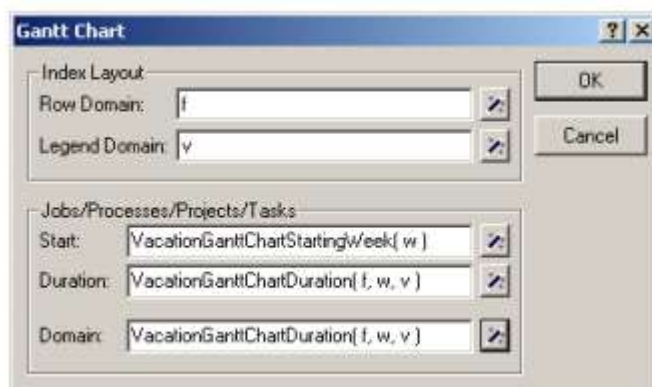

图 12.5 假日规划的 Gantt Chart 对话框
- 使用 **Wizard** 按钮  来完成图 12.5 所示的 **Gantt Chart** 对话框